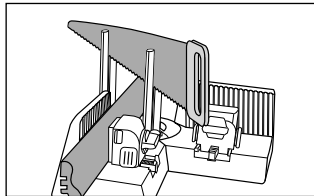

Abb. 10
- ◆ Führen Sie mit der anderen Hand die Säge von oben durch die Führungsstäbe **7** (siehe Abb. 10).